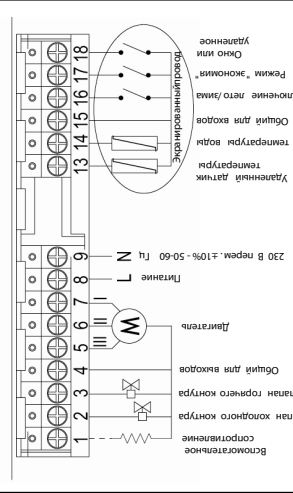

Рис. 2
2.1.1. Устройство состоит из 2 частей : крепление основание и блок управления (см. рис. 2);
Зажимы основания имеют следующие функции (рис.2):